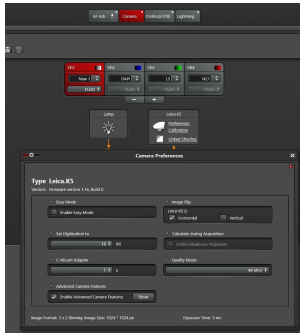

图 22
2. 切换至 Experiment 界面，在 Spiral Scan 中选择 Camera Job，spiral loop count 设置为 5（可按需调整），点击右下角 Spiral 按钮，采集宽场明场全景图。也可在目标荧光通道下进行 Spiral 扫描，用于初步判断样品整体状态。若 Spiral 图像拼接异常，可按如下路径修正：Jobs → Camera → Preferences → C-Mount Adapter → 1（如图 22）。